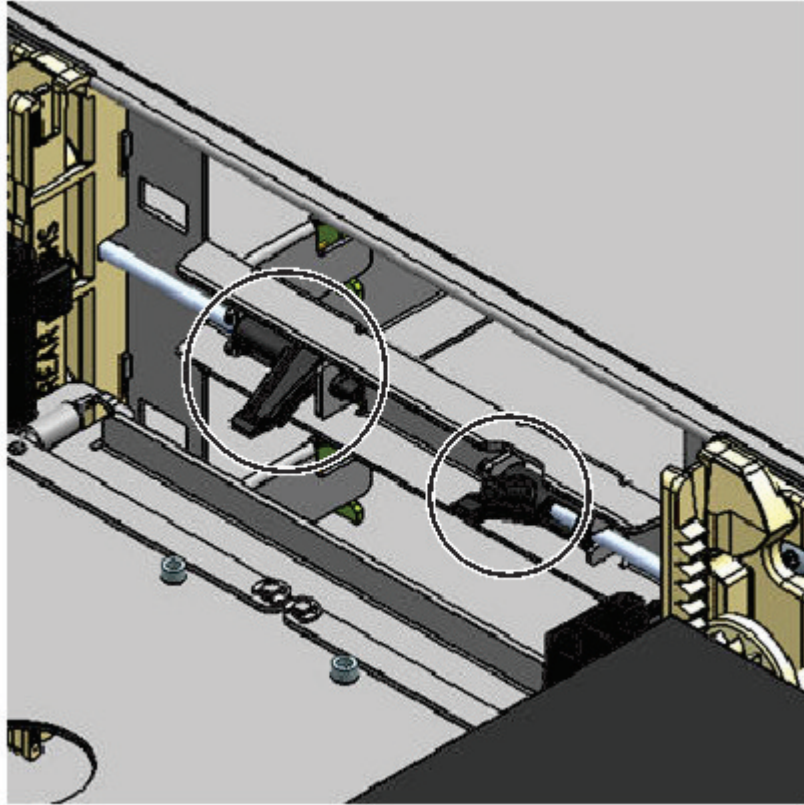

Abbildung 71. Magazinlösehebel
1. Entfernen Sie das linke und rechte Magazin mit den Magazinlösehebeln (in Abb. 71 auf Seite 136 mit einem Kreis versehen). Drücken Sie auf den Hebel und ziehen Sie das Magazin dann heraus.